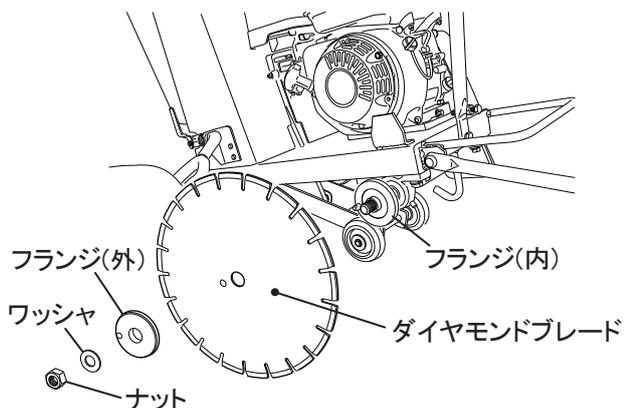

図 6
- 水コック側で散水ホースを外し、ブレードカバーを上方向に持ち上げてブレードカバーを外します。ブレードシャフトにフランジ(内)、ダイヤモンドブレード、フランジ(外)の順に入れます。(図6)